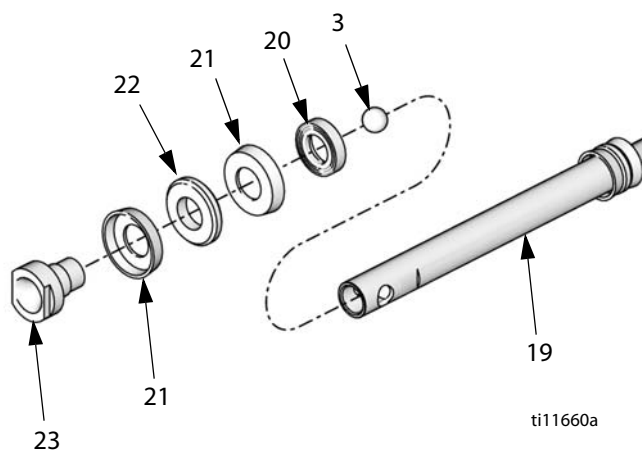

Рис. 17
3. Смажьте уплотнения поршня (21) и подшипник (22) консистентной смазкой №2 на литиевой основе. Установите одно уплотнение поршня (21) кромками вниз, подшипник (22) и второе уплотнение поршня (21) кромками вверх на поршне (23). Установите опорную шайбу (20) пазами вниз. См. раздел Рис. 17 на стр. 18.
4. Поместите шар (3) сверху на корпус поршня (23) и свинтите вместе корпус поршня и шток жидкостного поршня (19). Затяните с усилием 41–48 Н•м (30–35 футофунтов). Навинтите корпус клапана поршня (29) на нижний соединительный шток (19). См. раздел Рис. 17 на стр. 18.
5. Установите уплотнение (51) кромками вниз в раму поршневого насоса (36), затем установите подшипник (31).